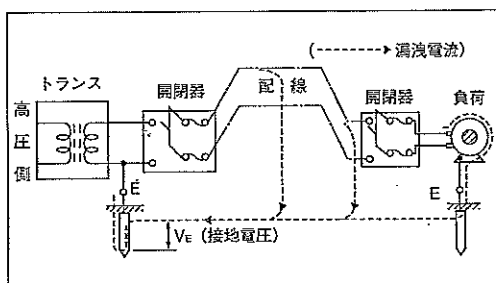

図4.5
- (1) 電気配線や負荷設備の絶縁が悪いと、測定しようとする接地抵抗に漏洩電流が流れて接地電圧を生じることがあります。その様子は図4.5に示してありますが、この接地電圧が高すぎると測定誤差の原因になります。
電圧が5Vを越えた時には、図4.5に示す開閉器を開けるとか接地線を回路から切り離すなどして接地電圧を充分低くしてから測定した方がより正しい測定ができるといえます。また接地電圧が高いということは回路あるいは負荷機器の絶縁が劣化していることを示しているのですから、絶縁抵抗試験を行なって保守しておく必要があります。